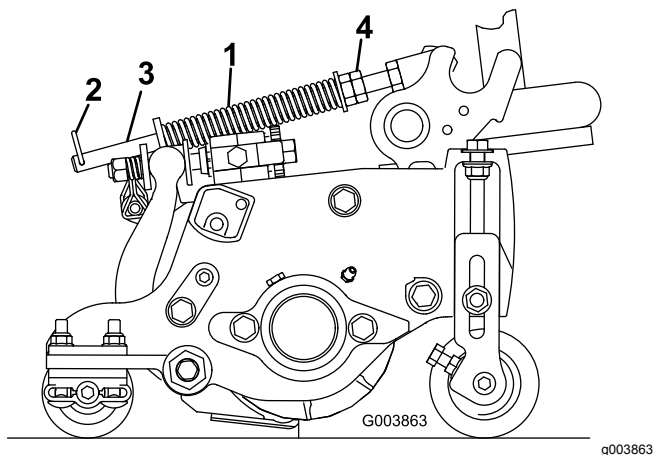

Figura 15
El muelle de compensación del césped (Figura 15) transfiere peso desde el rodillo delantero al trasero. Esto ayuda a reducir el patrón de ondulación en el césped.
1. Asegúrese de que el pasador de horquilla está instalado en el taladro del extremo de la varilla (Figura 15).
2. Apriete las tuercas hexagonales de la sección delantera de la varilla del muelle hasta que la longitud del muelle comprimido sea de 12,7 cm en el Reelmaster 5410, y de 15,9 cm en el Reelmaster 5510; consulte Figura 15.